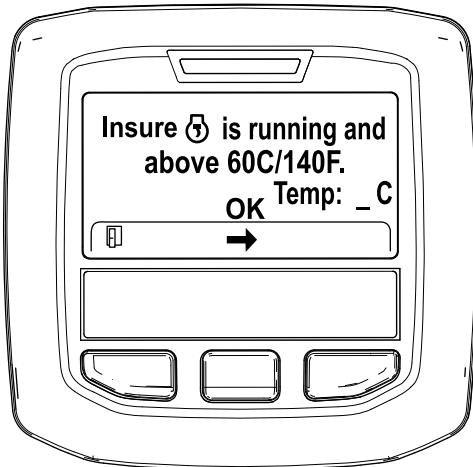

Bild 34
5. Wenn die Kühlmitteltemperatur unter 60°C liegt, wird die Meldung „Insure is running and above 60C/140F“ angezeigt (Bild 34).